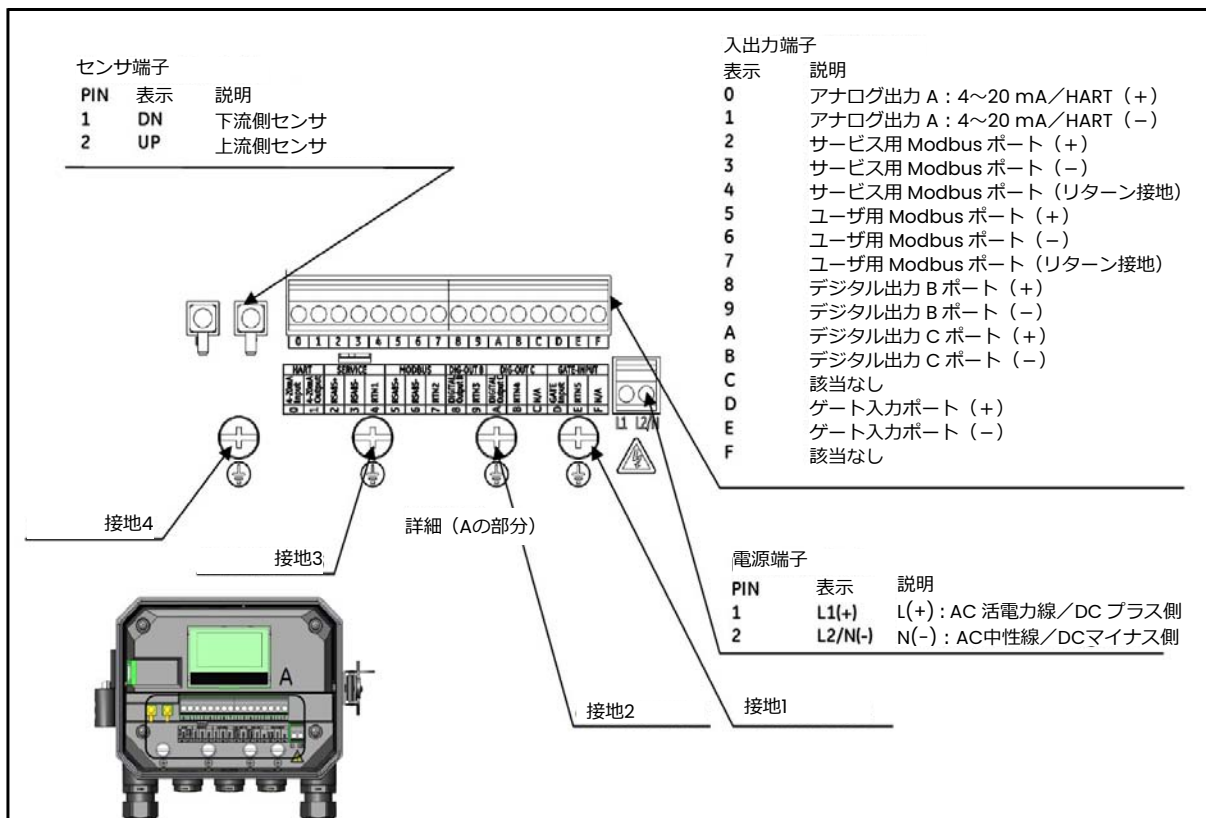

図22：配線図
2. 電源ケーブルとセンサケーブルを AT600 に配線します (16 ページの図 22 参照)。
このセクションには、必要なあらゆる電気接続を AT600 流量計に対して実施するための手順が記載されています。装置の全配線図は、下の図 22 を参照してください。
2. ケースの下部パネルに位置する内部の接地接続部(接地 1)に接地導線を接続します(図 22 参照)。
3. 中性線または電力線導線（またはマイナス側の DC 電源導線）を L2/N(-)に、電力線導線（またはプラス側の DC 電源導線）を L1(+)に接続します（16 ページの図 22 参照）。
2. 黄色の「DN」ジャケットを備えたケーブルコネクタを DN に、白色の「UP」ジャケットを備えたケーブルコネクタを UP に接続します（16 ページの図 22 参照）。その後、ケーブルグランドを締めます。
3. 16 ページの図 22 を参照して端子台 I/O の位置を確認し、適切な端子台に配線します。ケーブルクランプを締めます。
Modbus RS-485 シリアルポートの配線は、16 ページの図 22 を参考に、以下の手順で行います。
3. ケーブルの一方の端をケーブルグランド穴に通し、端子台に配線します。ケーブルグランドを締めます（16 ページの図 22 を参照）。